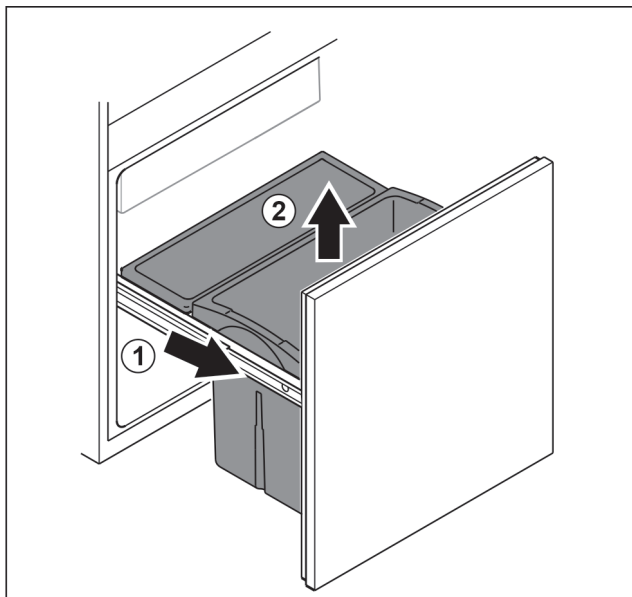

Fig. 160
- ▶ Вытяните выдвижную тележку до упора. Fig. 160 (1)
- ▶ Извлеките выдвижной ящик движением вверх. Fig. 160 (2)